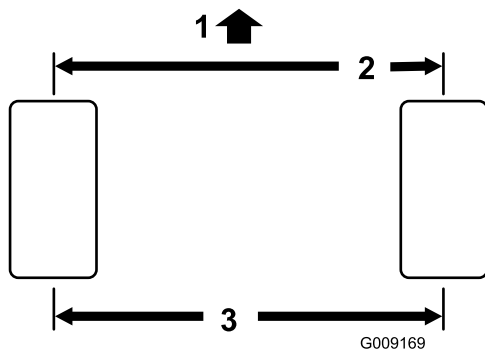

図 75
2. 後輪の前と後ろで、左右のタイヤの中央線間距離を測るアクスルの高さ位置で計測 図 75。